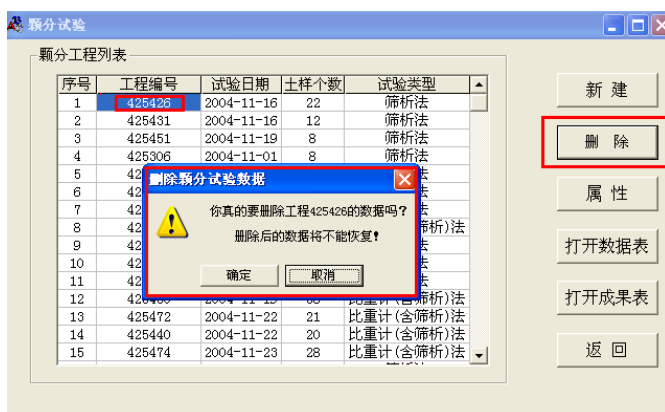

图 3-32 删除工程
(2) “删除”功能用于删除某项工程文件，删除后不能恢复。如图 3-32 所示。